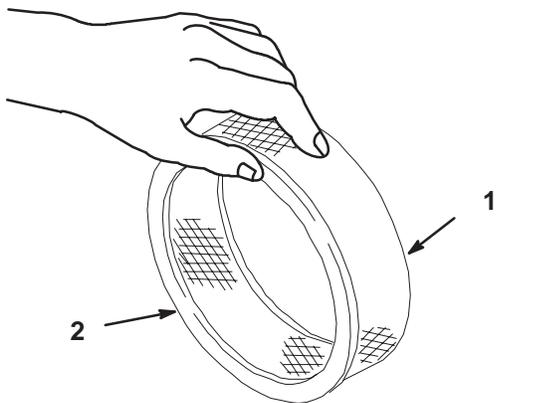

Figure 17
- A. Tapoter l'élément sur une surface plane pour le débarrasser de la poussière et des saletés (Fig. 17).